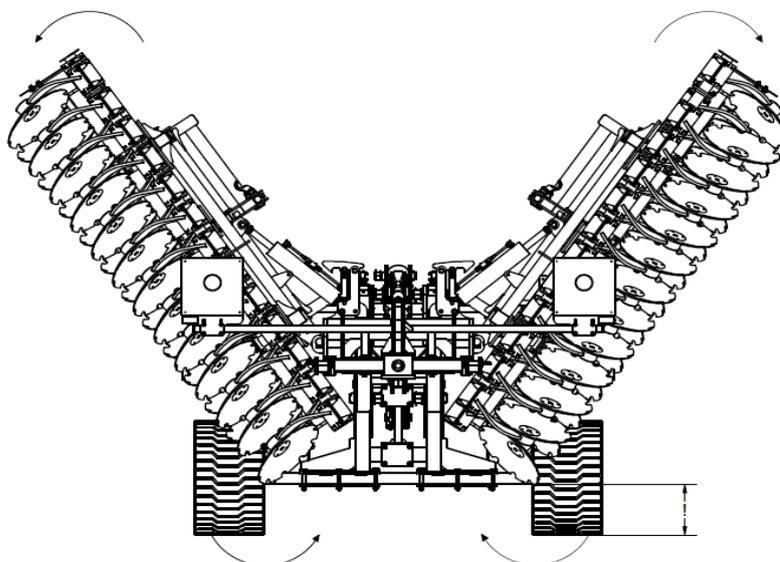

Fig. 22 Étapes du dépliage de la machine : la machine s’ouvre, les extrémités des bras latéraux sont à une hauteur convenable.
4. Lors du dépliage des bras, faire attention à la hauteur des bras et s’assurer que ses extrémités ne frapperont pas au sol (fig. 22).